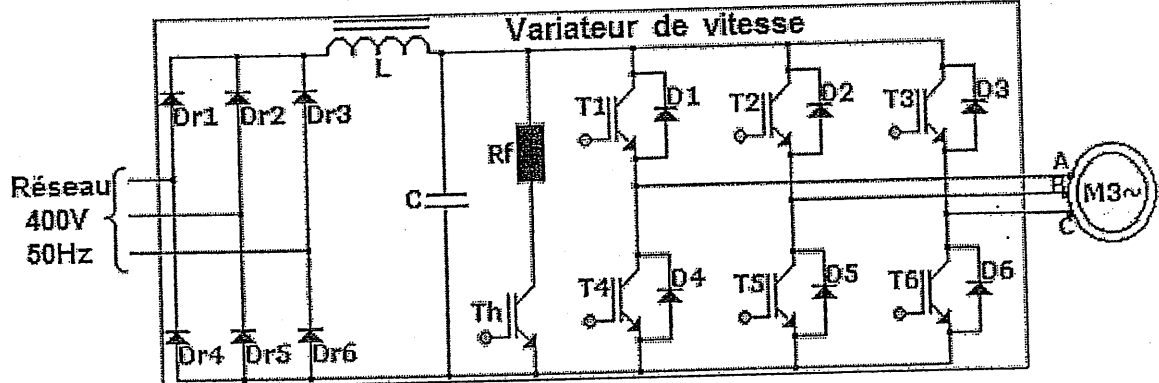

Figure 1
2. Le courant $i_c(t)$ prend l'allure représentée sur la figure 1 du document réponse n° 1. la fréquence $f = 100 \text{ Hz}$ ainsi que le rapport cyclique $\alpha = 0,6$. /1
Le moteur est piloté par un variateur de vitesse. Ce variateur de vitesse gère la vitesse du moteur avec une commande dite à U/f constante. Le diagramme schématique de la **figure 1** représente la structure d'un variateur à Modulation de Largeur d'impulsion.
<p>Partie 2 : Étude du variateur de vitesse</p> <p>Le moteur est piloté par un variateur de vitesse. Ce variateur de vitesse gère la vitesse du moteur avec une commande dite à U/f constante. Le diagramme schématique de la figure 1 représente la structure d'un variateur à Modulation de Largeur d'impulsion.</p>
<p align="center">Figure 1</p> <p>Les composants représentés sont considérés comme parfaits, les commandes des transistors ne sont pas représentées.</p>